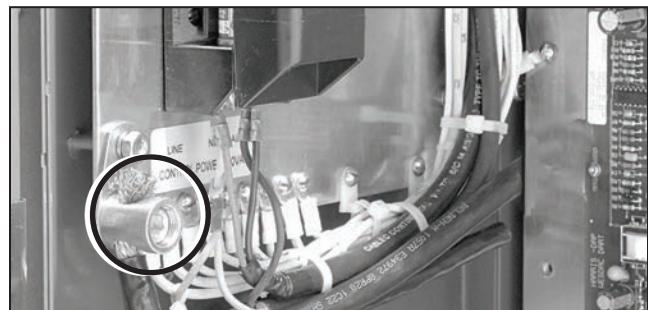

Figura 123. La zapata de cobre y bloque de fusible.
- (g) Conecte el cable grueso blindado a la zapata de cobre que está en la placa de tierra del gabinete para baja tensión. Ver Figura 123.
**PASO 5.** Conecte la línea y el neutro al bloque de fusibles. Vea la etiqueta que está abajo del mismo. Ver Figura 123.